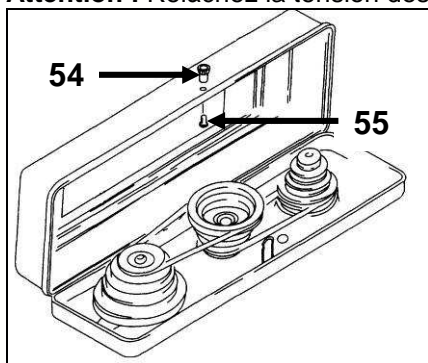

Fig 20
- Positionnez le bouton de fermeture (54) à l'extérieur du capot de poulies, fixez-le par l'intérieur avec la vis cruciforme M5x12 (55) (Fig 20), puis fermez le capot des courroies.